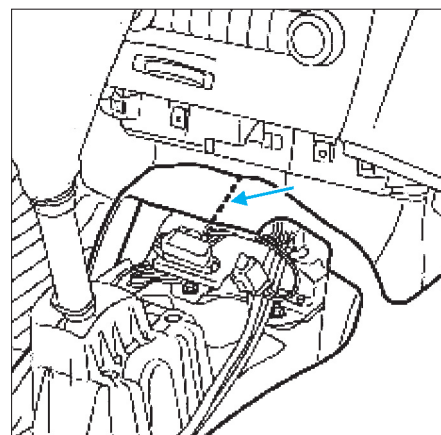

FIG. 14
- Découper la moquette (fig. 14).